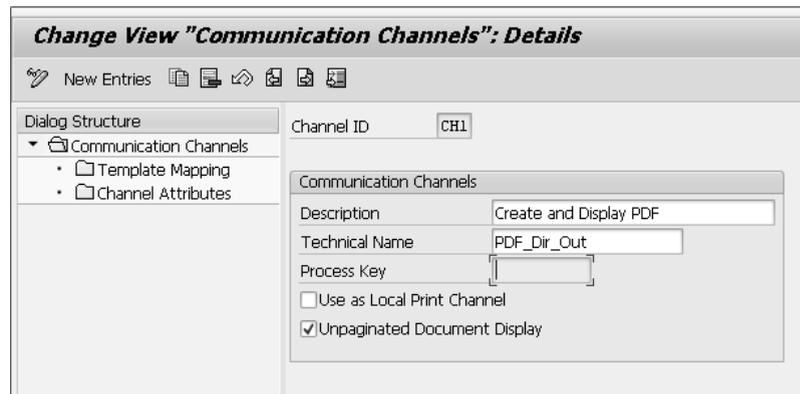

Abbildung 10.29 Kommunikationskanal einrichten
2. Klicken Sie auf den Button **Neue Einträge**, um einen neuen Kanal anzulegen. Vergeben Sie im Feld **Channel ID** eine eindeutige ID für den Kanal und weisen Sie diese dem eingerichteten Kommunikationskanal zu. Für unser Beispiel tragen Sie dazu im Feld **Technical Name** den Kanal PDF\_Dir\_Out ein (siehe Abbildung 10.29).